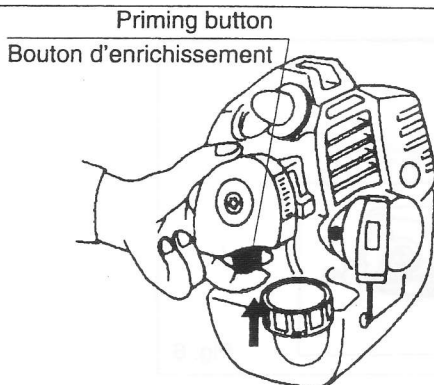

Fig. 8
- (4) Press the priming button repeatedly with a finger till it touches the top in order to pump up the fuel and ensure a smooth start. (Press more than 10 times) (Fig. 8)
- (4) Appuyez sur le bouton de commande à plusieurs reprises jusqu'à ce qu'il touche le sommet afin de pomper le carburant et d'assurer un démarrage souple. (plus de 10 fois). (Fig. 8)